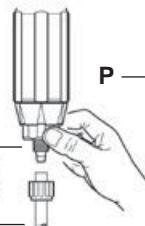

Fig. 16
- trek de slang met wortelmoer los (fig. 16-T).